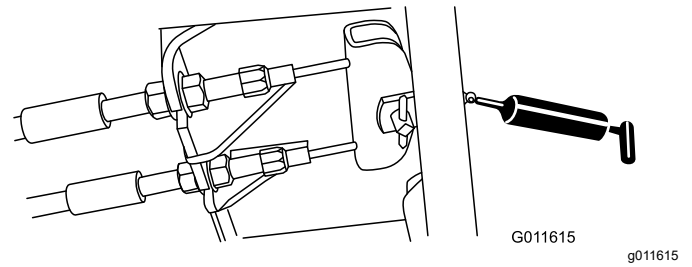

Figure 72
- Pédale de frein (1) (Figure 72)